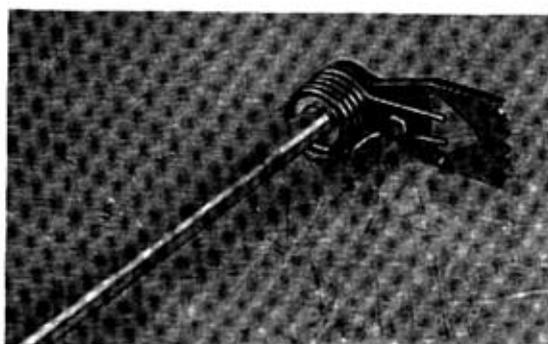

Bild 99
- Schenkelfeder der Schaltwelle wie in Bild 99 gezeigt vorspannen. Scheiben anbringen und Seegerring einfedern.